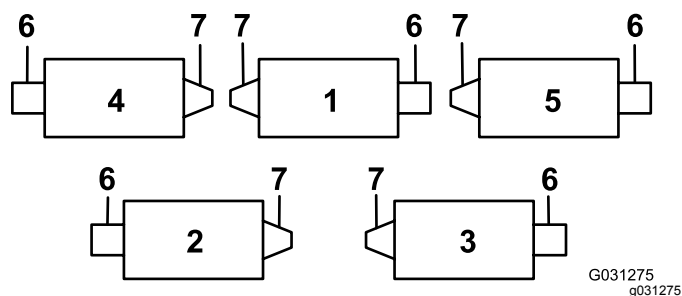
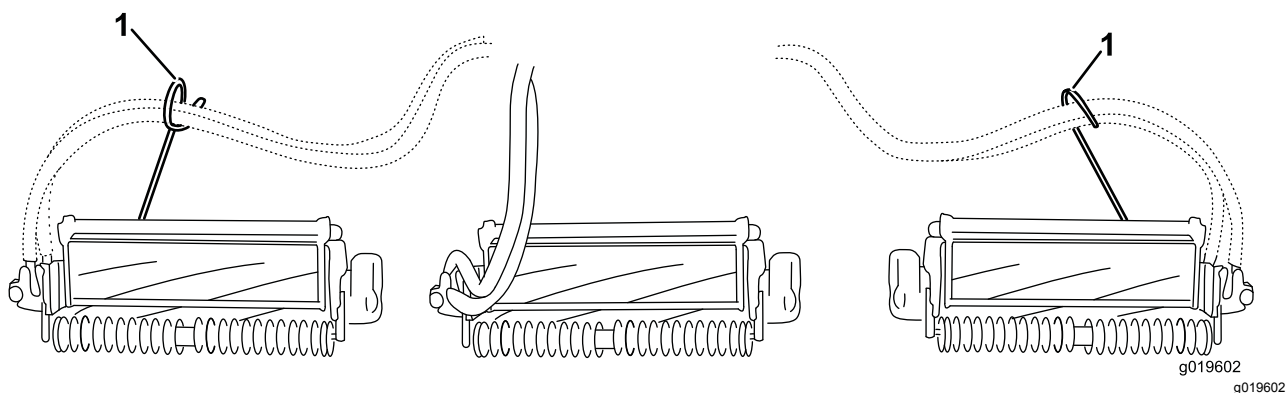
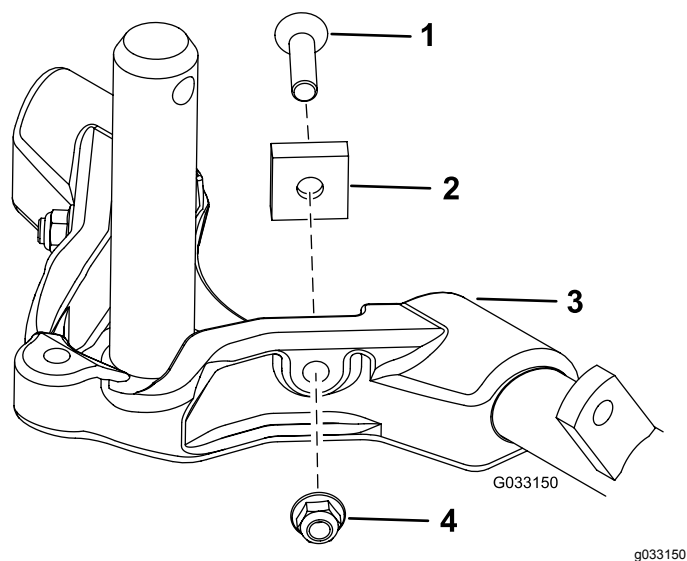

Рисунок 12
Рисунок 14
Рисунок 15
Внимание: На режущих блоках № 4 (левом переднем) и № 5 (правом переднем) прикрепите направляющие шлангов к передней части выступов режущих блоков с помощью крепежных гаек кронштейна штока. Направляющие шлангов должны быть наклонены в сторону центрального режущего блока (**Рисунок 12 – Рисунок 14**).
7. Чтобы повысить управляемость задних режущих блоков, снимите 2 проставки оси поворота, винты с внутренним шестигранником и фланцевые контргайки (Рисунок 15) с несущих рам задних режущих блоков (режущие блоки 2 и 3); см. Рисунок 12.